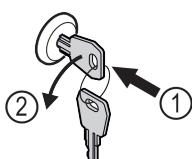

Fig. 161
- Uvucite ključ. Fig. 161 (1)
- Okrenite ključ za 90° nalijevo. Fig. 161 (2)